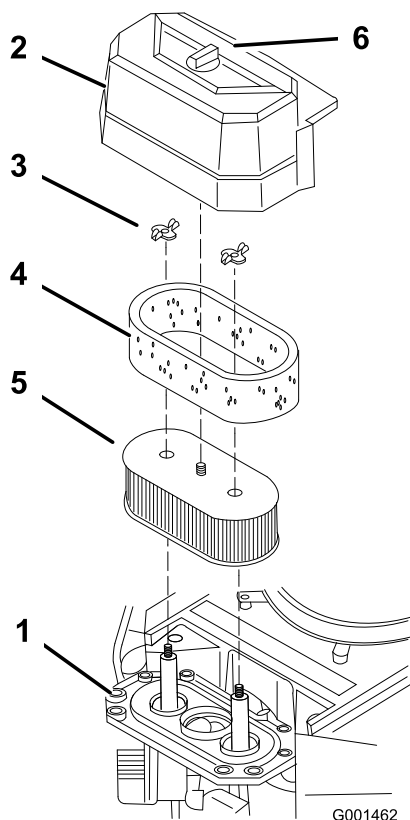

Figure 30
3. Nettoyez la surface autour du filtre à air pour éviter que des impuretés n'endommagent le moteur en tombant à l'intérieur (Figure 30).
4. Dévissez le bouton du couvercle et déposez le couvercle du filtre à air (Figure 30).
5. Dévissez les 2 écrous à oreilles et déposez l'ensemble filtre à air (Figure 30).
6. Sortez délicatement l'élément en mousse de l'élément en papier (Figure 30).
1. Ne nettoyez pas l'élément en papier (Figure 30).
1. Glissez délicatement l'élément en mousse sur l'élément en papier (Figure 30).
2. Posez l'ensemble filtre à air sur sa base et fixez-le en place avec les 2 écrous à oreilles (Figure 30).
3. Mettez le couvercle du filtre en place et serrez le bouton (Figure 30).